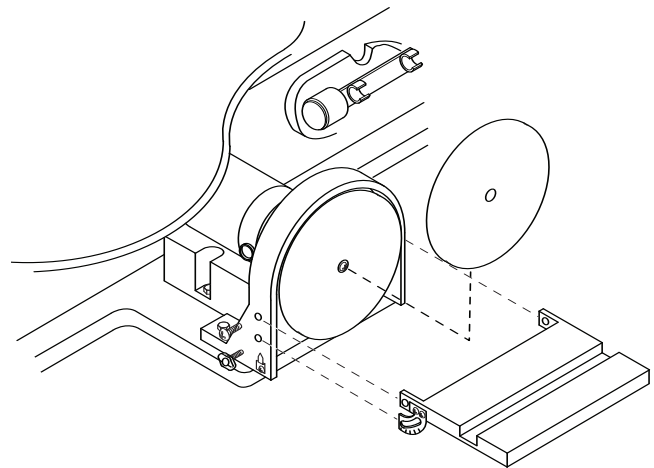

Figure 15. Montage et Démontage des Disques Abrasifs
1. Desserrez le bouton de blocage de la table pour lui permettre de s'incliner à gauche et d'être bloquée à n'importe quel angle entre 0° (position horizontale de coupe) et 45° pour scier en biseau (Figure 15). Votre outil est également muni de crans d'inclinaison qui s'encliquettent en place de manière audible tous les 15° vers la gauche. On peut également incliner la table de 5° vers la droite.
Le disque livré avec la ponceuse est du type autocollant. Reportez-vous à la figure 15.